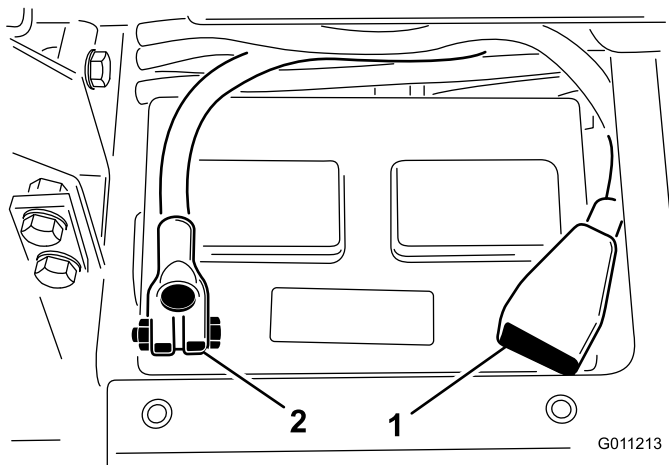

Figura 5
- Conecte el cable positivo (rojo) al borne positivo (+) y el cable negativo (negro) al borne negativo (–) de la batería usando pernos y tuercas (Figura 5). Asegúrese de que el terminal positivo (+) está colocado a tope en el borne, y que el cable está colocado junto a la batería. El cable no debe entrar en contacto con la tapa de la batería.